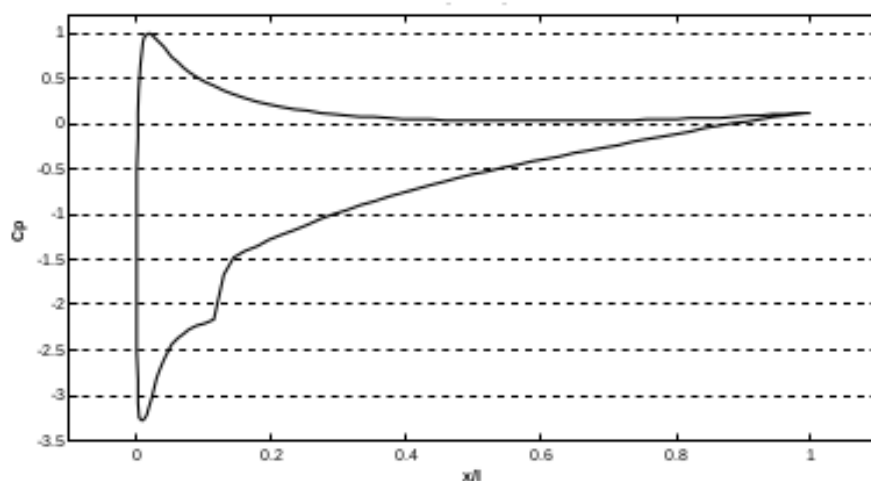

FIGURE 5 – Coefficient de pression, NACA0015,  $i = 10^\circ$ ,  $\mathcal{R} = 2 \times 10^6$
- Relever sur la figure 5 la valeur minimum du  $c_p$ .